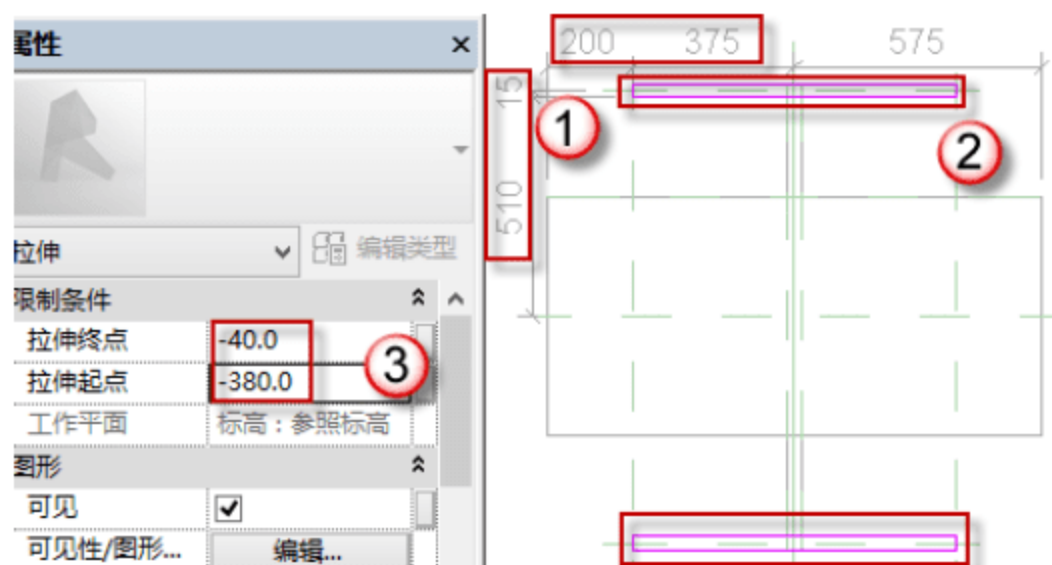

图 8.3.11 绘制支架 E
(12) 支架 E 是长度为 1350mm, 宽度为 30mm, 厚度为 40mm 的长方体。返回到“楼层平面-参照标高”平面,按快捷键 C+O 和 M+M 绘制参考线。选择“创建”→“拉伸”→“矩形框”命令,绘制图框,在“属性”面板中编辑“拉伸起点”和“拉伸终点”的数值(-380, -40),然后单击√按钮,如图 8.3.11 所示。